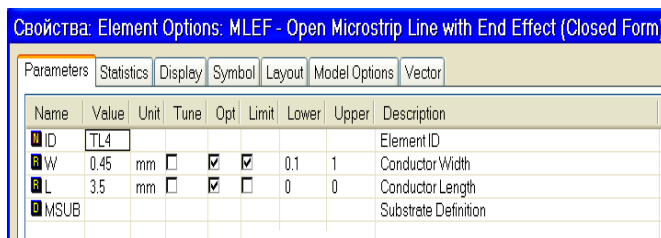

Рис. 3.30
5. Дважды щёлкните по второму элементу **MLEF**, или щёлкните по нему правой кнопкой мышки и выберите **Properties**. Откроется диалоговое окно свойств элемента (рис. 3.30). Для параметра **W** отметьте столбцы **Opt** и **Limit** (Предел). В столбце **Lower** (Нижний) введите **0.1**, а в столбце **Upper** (Верхний) введите **1**. Значение длины мы ограничивать не будем, поэтому для параметра **L** отметьте только столбец **Opt**. Нажмите **OK**.